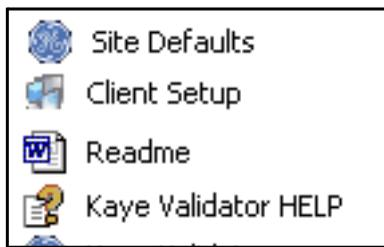

图 27: Kaye 验证仪菜单中的客户
11. 返回任务栏. 点击 **Programs 程序**, 然后选择 **Kaye Validator**, 再点击 **Client Setup**, 如图 27 所示.